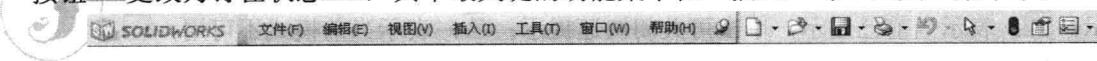
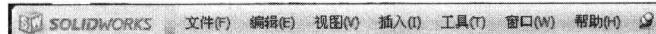

图 1-11 默认菜单栏
图 1-12 菜单栏
1. 菜单栏：显示在标题栏的下方，默认情况下菜单栏是隐藏的，它的视图是只显示工具栏按钮，如图 1-11 所示。要显示菜单栏需要将鼠标移动到 SolidWorks 徽标 或单击它，如图 1-12 所示，若要始终保持菜单栏可见，需要将“图钉”图标